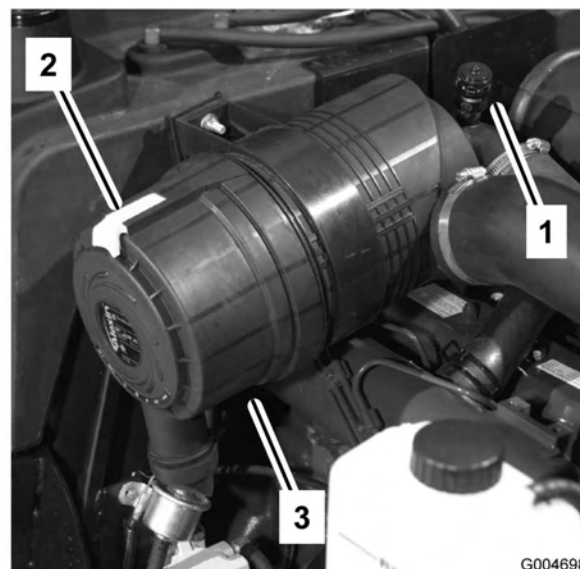

Figure 47
Faites l'entretien du filtre à air quand l'indicateur de colmatage (Figure 47) est rouge ou toutes les 400 heures (plus fréquemment si vous travaillez dans une atmosphère extrêmement poussiéreuse ou sale). N'effectuez pas l'entretien du filtre à air trop souvent.
1. Tirez le verrou vers l'extérieur et tournez le couvercle du filtre à air dans le sens anti-horaire. Enlevez le couvercle du corps (Figure 47). Nettoyez l'intérieur du couvercle du filtre à air.